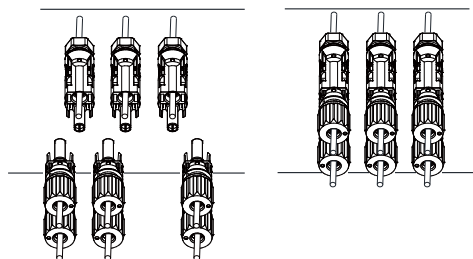

图6.6直流输入连接
d) 最后将光伏连接器插入逆变器的光伏正负输入端，如图6.6所示。